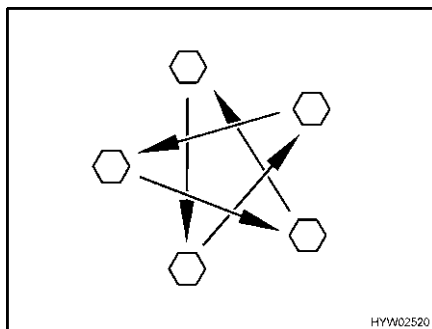

Fig. 152 Serrare a croce i dadi o i bulloni delle ruote
- Controllare regolarmente il serraggio dei dadi o dei bulloni. Regolare a croce (Fig. 152) il serraggio dei dadi o dei bulloni di una ruota sostituita dopo circa 50 km.
- ▷ Serrare a croce i dadi o i bulloni delle ruote (Fig. 152).